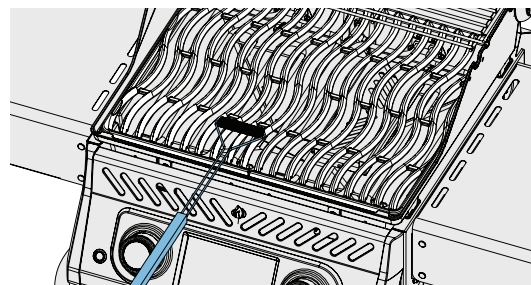

Fig. 4
- Rustfrie stålriste kan rengjøres ved å forvarme grillen og bruke en stålborste for å fjerne rester. (Fig. 4)